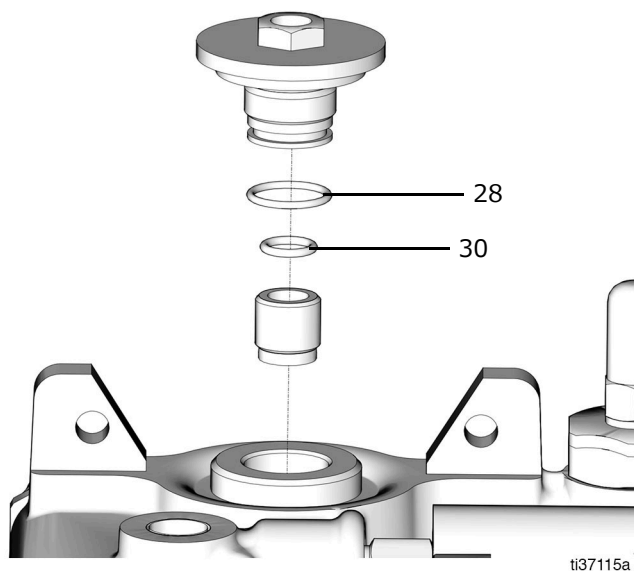

図 51
3. 保持ナット (9) の内部の O リング (30) を新しい O リングと交換し、グリースを少し塗ってください (図 51)。
4. 保持ナット (9) の外部の O リング (28) を新しい O リングと交換し、グリースを少し塗ってください (図 51)。